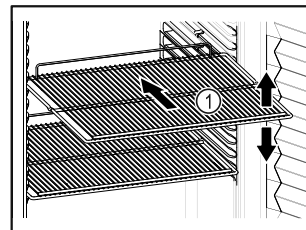

Fig. 75 Példaként szolgáló ábrázolás
- ❑ Ha a tároló rácsok Fig. 75 (1) áthelyezhetőek, akkor igazítsa be őket a kívánt magasságnak megfelelően.